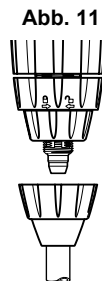

Abb. 11
- Zum Anschliessen des Ansaugschlauches, die Mutter (Abb. 11) die sich unten am Dosierteil befindet, losschrauben und über den Saugschlauch stülpen.